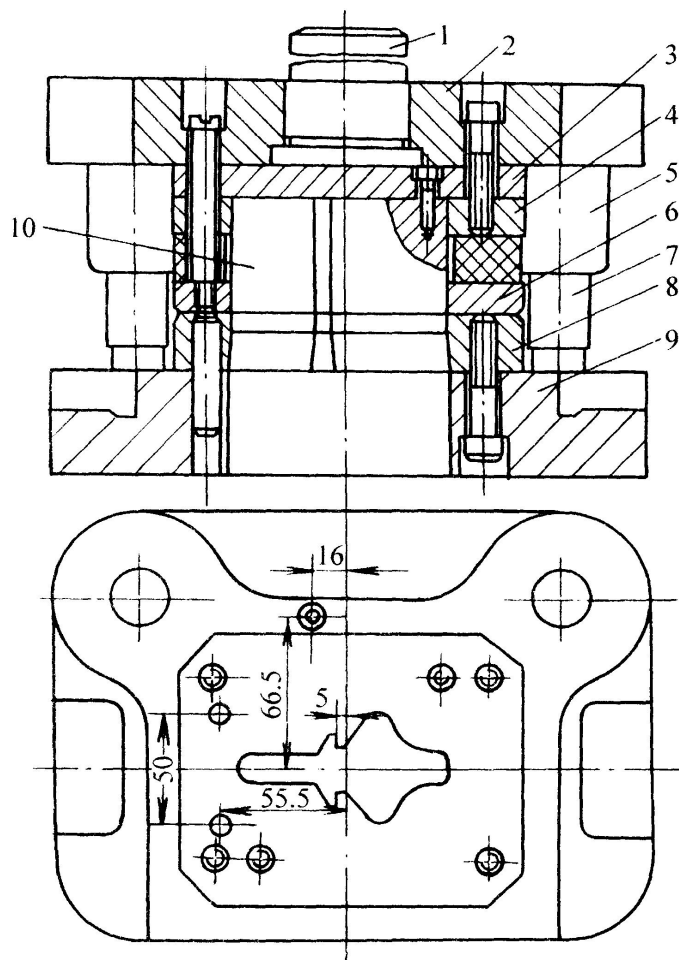

图2-55 拨叉落料模
- 图2-55所示为后导柱模座的拨叉落料模。要求完成以下装配内容：